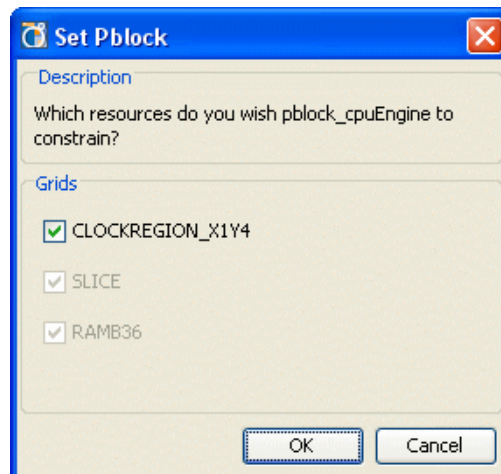

図 10-7： [Set Pblock] ダイアログ ボックスで Pblock をクロック領域として定義
2. 図 10-7 の [Set Pblock] ダイアログ ボックスで [OK] をクリックし、Pblock の範囲をクロック領域 (CLOCKREGION\_X) として定義します。